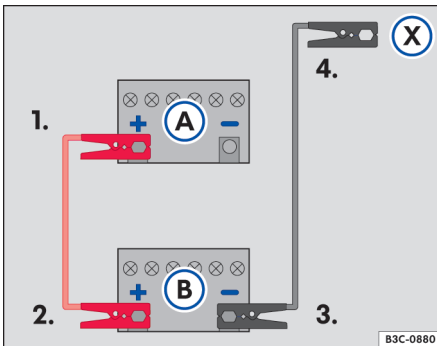

图 137 跨接电缆连接示意图
在→图 137 中，(A) 表示亏电蓄电池，(B) 表示供电蓄电池。